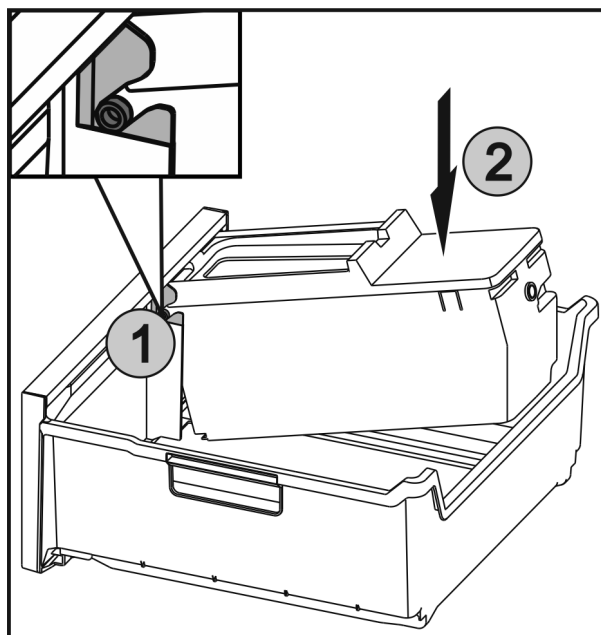

Fig. 50
- ▶ Împingeți axele Fig. 50 (1) de la EasyTwist-Ice în ghidaje și presați partea din spate Fig. 50 (2) până când eclisa se fixează.